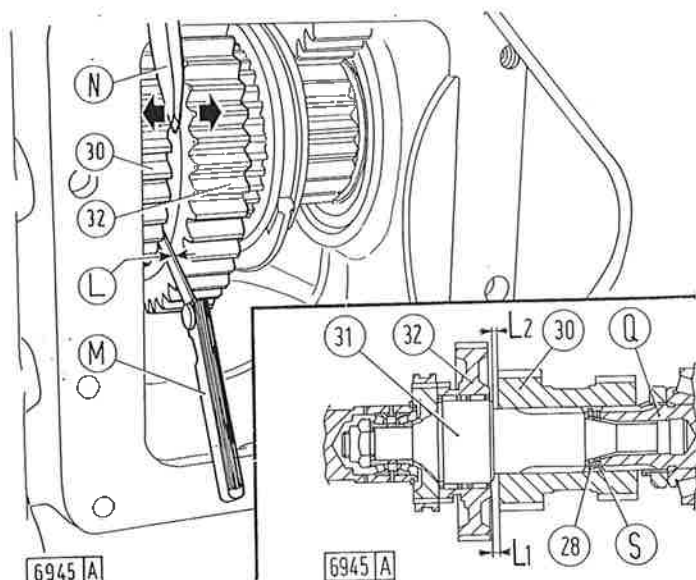

Fig. 86 - Contrôle du jeu entre le pignon entraîné de gamme lente et le pignon entraîné de gamme moyenne.
— si pendant la révision l'on n'a pas remplacé de pièces pouvant modifier la position de l'arbre secondaire de réducteur (31, fig. 86) par rapport à l'arbre du pignon
Lors de l'accouplement des carters de boîte et de transmission AR, il faut caler, entre l'arbre secondaire de réducteur (31, fig. 86) et l'arbre du pignon d'attaque (Q), des rondelles (S) permettant de réaliser un jeu de $0,3$ à $0,6$ mm (L_2) entre les épaulements de l'arbre, poussé entièrement en avant, et le pignon (30) poussé en arrière.
a. Coupe longitudinale. - b. Coupe transversale (A-A). - c. Vue en coupe d'en haut. - d. Solution avec entretoise avant-modification (jusqu'au châssis n. 855367 pour le mod. 850 et n. 955186 pour le mod. 1000). - e. Solution avec deux roulements avant-modification, séparés par une entretoise (jusqu'au châssis n. 855846 pour le mod. 850 et n. 955383 pour le mod. 1000). - C₁. Vis de couvercle (61). - C₂. Vis de couvercle-support (63). - D₁. Ecrout d'arbre secondaire de boîte. - D₂. Ecrout de roulement d'arbre secondaire de réducteur. - S. Rondelles d'épaisseur. - V₁. Vis de tenons de commande de leviers (77, 79, 83, 84). - V₂. Vis de leviers. - 1. Arbre primaire de boîte. - 2. Pignon entraîneur de 4me. - 3. Pignon entraîneur de 3me. - 4. Pignon entraîneur de 2me. - 5. Arbre de prise de force. - 6. Entretoise avant-modification. - 6a. Circlip après-modification. - 7. Pignon entraîneur de 1re. - 8. Roulement à rouleaux cylindriques. - 10. Rondelle de butée de roulement. - 14. Pignon-arbre primaire de réducteur. - 15. Pignon entraîneur de gamme moyenne. - 16. Bague cannelée. - 17. Manchon de crabotage des gammes moyenne et arrière. - 18. Manchon fixe cannelé. - 19. Pignon entraîneur de marche AR, tournant sur des aiguilles. - 21. Rondelle de butée. - 22. Pignon de renvoi de gamme AR. - 23. Support de pignon de renvoi de gamme AR. - 27 et 30. Double pignon entraîné de gammes moyenne et arrière. - 31. Arbre secondaire de réducteur. - 32. Pignon entraîné de gamme lente, tournant sur des aiguilles. - 33. Joint plat. - 34. Manchon de crabotage de gammes lente et rapide. - 37. Couronne de crabotage de gamme rapide. - 38. Roulements avant-modification, avec entretoise intérieure. - 38a. Roulement double après-modification, complet d'entretoises intérieures. - 41. Rondelle de butée de roulement. - 42. Pignon entraîné de 1re. - 43, 51, 54 et 55. Bagues. - 45. Manchon de crabotage de 1re et 2me. - 50. Pignon entraîné de 2me. - 52. Rondelle de butée. - 53. Pignon entraîné de 3me. - 56. Pignon entraîné de 4me. - 57. Rondelle de butée. - 60. Joint OR. - 61 et 63. Couvercles. - 62. Arbre secondaire de boîte. - 64. Joint. - 67. Manchon de crabotage de 3me et 4me. - 70. Entretoise. - 71. Bielle de commande de réducteur. - 72. Coulisseau de gammes moyenne et arrière. - 73. Coulisseau de gammes lente et rapide. - 74. Bielle de commande de boîte. - 75. Coulisseau de 1re et 2me. - 76. Coulisseau de 3me et 4me. - 77, 79, 83, 84. Leviers de commande des coulisseaux. - 78 et 85. Tenons. - 80, 81 et 82. Bouchon, bille et ressort de bonhomme de coulisseaux (72, 73, 75 et 76). - 86a, 86b. Joints. - 87. Ressort de rappel de bielles (71 et 74).
Nota - Le jeu nominal de 0,3 à 0,6 mm (L_2 , fig. 86) entre l'arbre (31) et le pignon (30) correspond à un jeu de 0,6 à 0,7 mm (L_1) pouvant être mesuré entre ces pignons (32) et (30), la seule position où il est possible d'introduire la cale d'épaisseur.